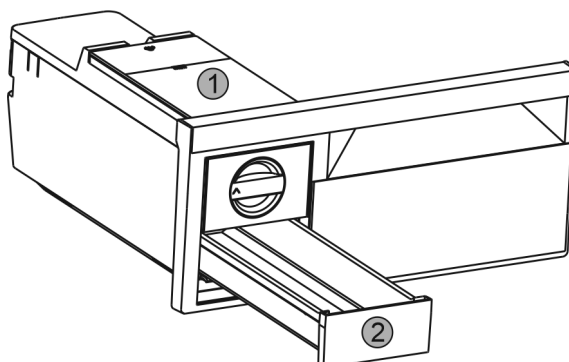

Fig. 36
- ▶ Watertank *Fig. 36 (1)* en ijsblokjeslade *Fig. 36 (2)* verwijderen.